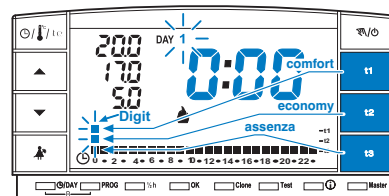

fig. 9
Sul display appariranno lampeggianti i due digit di **t1** e **t2** riferiti all'ora 0:00 e il numero **1** corrispondente al giorno **Lunedì** (fig. 9)
- La scelta della temperatura e dell'ora (digit lampeggiante) avverrà premendo il corrispondente tasto (**t1**, **t2** e **t3**) (fig. 9).